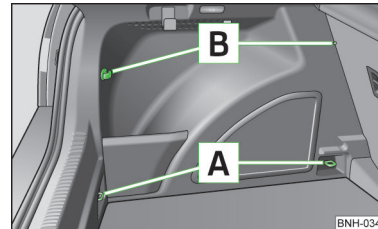

Abb. 73
**Befestigungselemente** » Abb. 73
Die vordere Öse **B** befindet sich hinter der klappbaren Rücksitzlehne » Abb. 73.